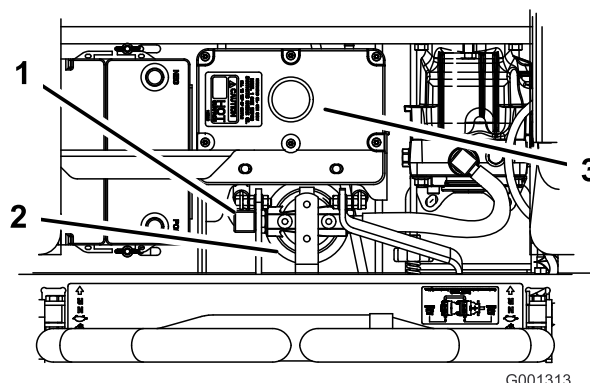

Figura 96
4. Rimuovete il tubo idraulico destro che entra nell'adattatore (Figura 96).
6. Montate il tubo idraulico destro nell'adattatore (Figura 96).
7. Spalmate un velo sulla guarnizione di gomma sul nuovo filtro (Figura 96).
9. Riempite il serbatoio idraulico con il fluido idraulico fino a quando il fluido non fuoriesce da filtro e poi girate il filtro del fluido in senso orario fino a quando la guarnizione in gomma non viene a contatto con l'adattatore del filtro, poi serrate il filtro di un altro ½ giro (**Figura 96**).